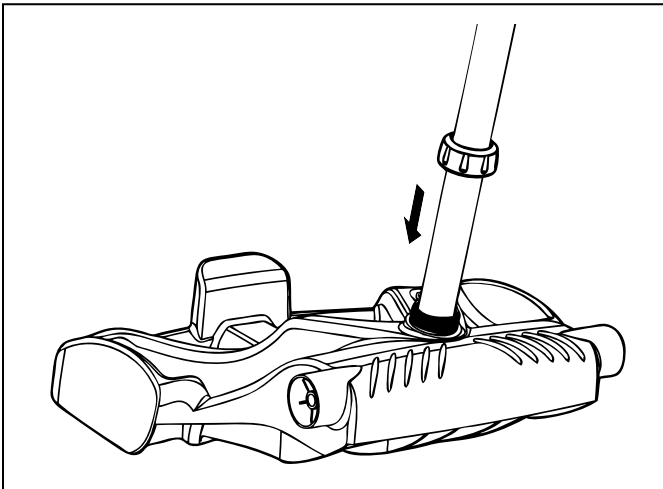

Figura 4. Ajuste la tuerca de mano para asegurar la pieza
- Deslice la tuerca de mano a través del tubo y hágala girar para ajustarla a la unidad de base (Figura 4).